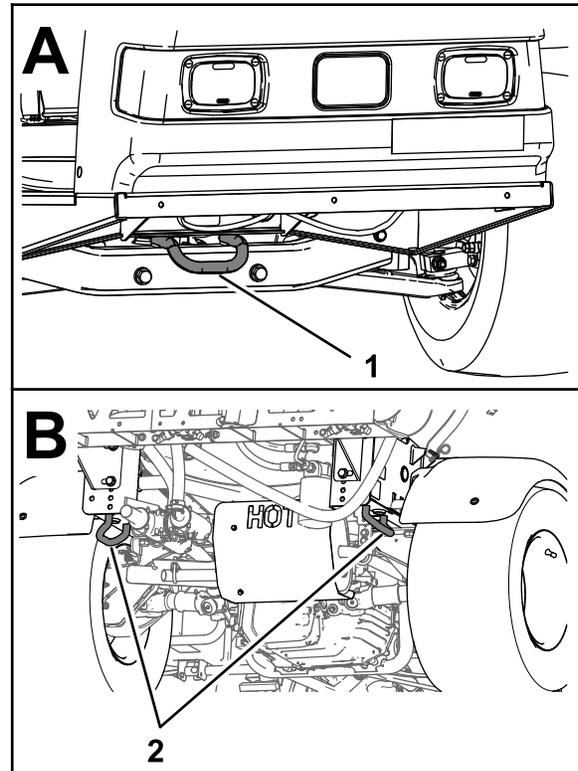

图 35
- 将机器牢固地栓系在运输车辆上; 图 35 所示为机器的栓系环位置。